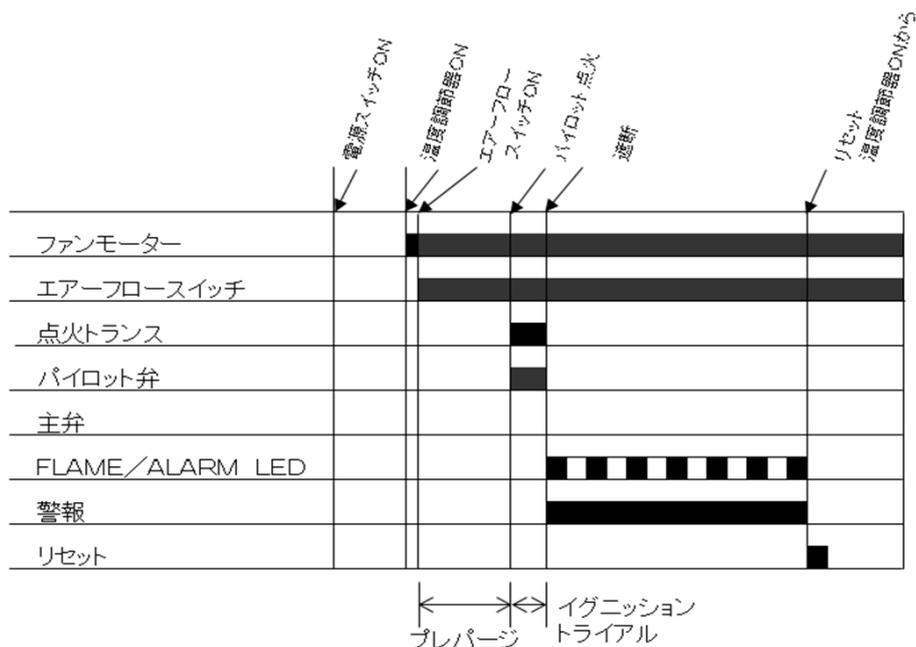

図 6
2. 点火失敗（不着火）（図 6参照）
図 6の点火トランスが動作開始、パイロット弁”開”となってから、イグニッショントライアルタイミング内に火災検出器が火炎を検出しない場合は、点火動作が停止し、パイロット弁は閉止し、同時にFLAME/ALARM表示LEDが点滅し、ロックアウトします。ただし、ファンモーターは回転を続けます。ロックアウトすると警報を発します。この場合、表示LEDの点滅と警報はリセットするまで続きます。再起動するには、リセットボタンを押します。（Dシリーズの場合は電源を入れ直します）